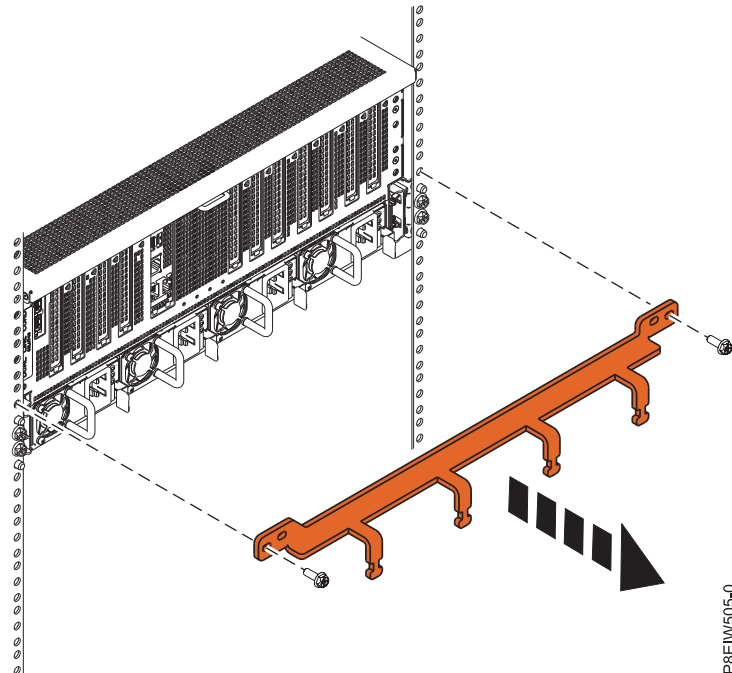

Abbildung 21. Transporthalterung ausbauen
1. Entfernen Sie die zwei Schrauben, mit denen die Transporthalterung am Chassis befestigt ist, wie in Abb. 21 auf Seite 30 gezeigt.